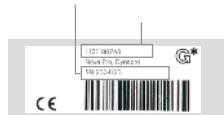

Fig. 4:
- Número de serie y número de artículo de la unidad de desplazamiento, *vea fig. 4.*